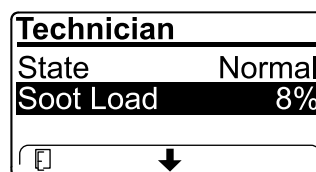

Figura 41
- Vea la carga de hollín que se mide como porcentaje de hollín en el DPF (Figura 41); consulte la tabla de carga de hollín.